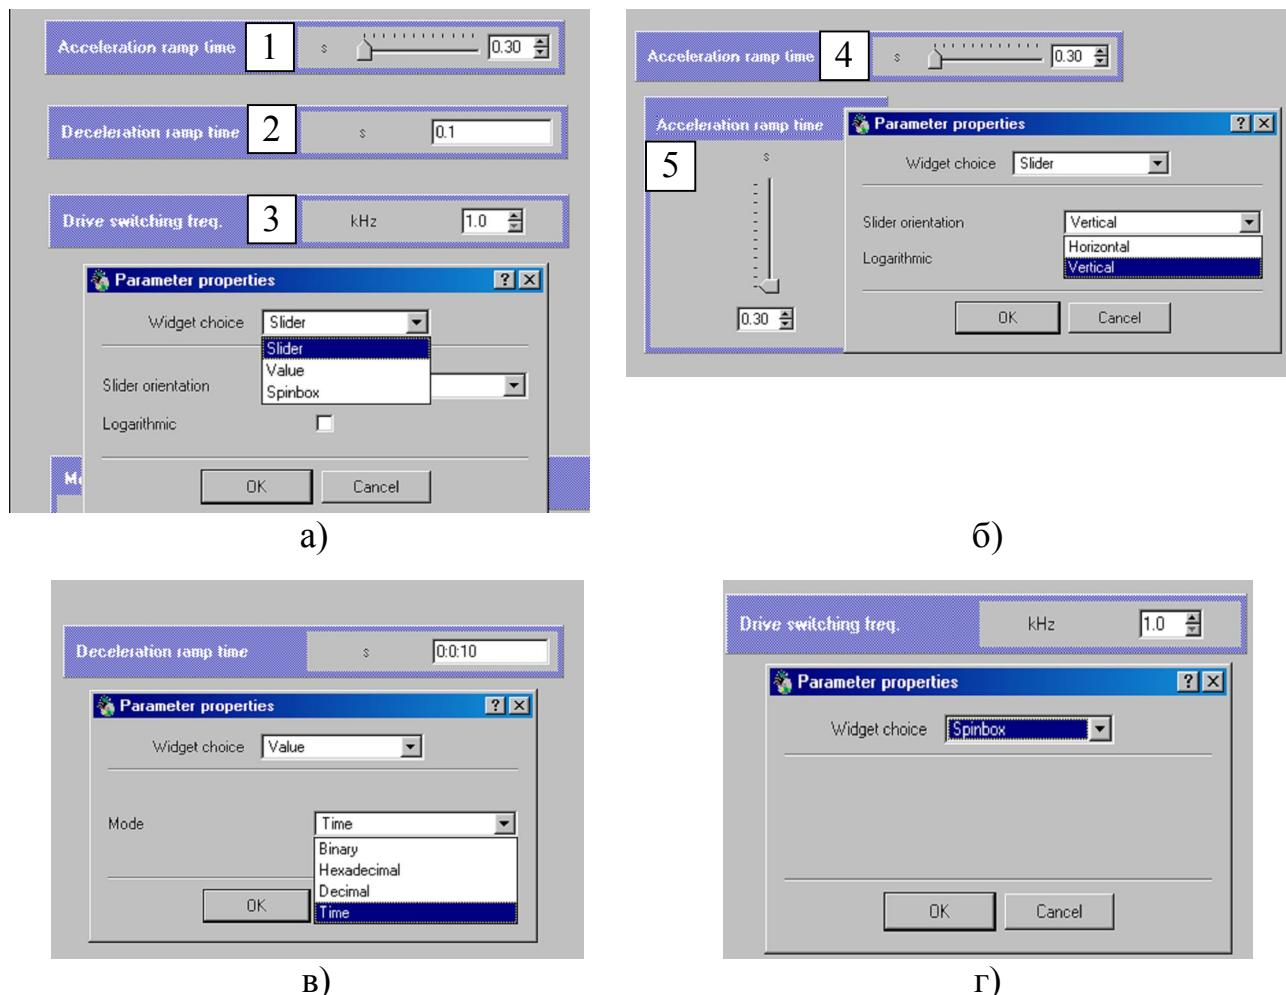

Рис. 2.13 Настройка отображения и способа задания параметров *Settings*.
Вид задающей линейки, способ задания параметров *Settings* и способ отображения параметров *Monitoring* может быть изменен с помощью окна *Parameter properties*, которое вызывается из контекстного меню при нажатии правой клавишей мыши на задающей линейке или из падающего меню *Monitor/Parameter properties* (рис. 2.13). Способ ввода значения параметров может быть следующим (рис. 2.13а):
- *Value* – ввод значения с клавиатуры (2);
В режиме задающей линейки *Slider* ее можно сделать как горизонтальной (4), так и вертикальной (5), выбрав в окне свойств соответствующую опцию (рис. 2.13б). Опция *Value* позволяет вводить, а для группы параметров *Monitoring* отображать значения в различных числовых форматах: шестнадцатеричном, двоичном, десятичном и временном (рис. 2.13в). Опция *Spinrox* настроек параметров не имеет.